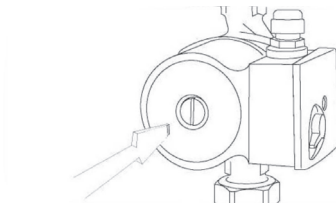

Рис.2
- для удаления воздуха из насоса ослабьте выпускной винт (рис. 2);
При правильном монтаже насос не требует обслуживания во время эксплуатации. При длительном перерыве в работе насоса перед очередным запуском необходимо убедиться, что не произошло блокирование вала отложениями извести или другими механическими примесями. При продолжительном простое периодически проворачивайте вал, во избежание его блокировки (отвинтите контрольный винт (рис. 2), с помощью плоской отвертки проверните вал мотора, затем завинтите контрольный винт.
ВНИМАНИЕ! При необходимости вывинчивания контрольного винта (рис. 2) нужно перед этой операцией удостовериться, что выходящая в результате жидкость не нанесет вреда людям или не станет причиной повреждения компонентов насоса.
- выкрутить выпускной винт (рис. 2);